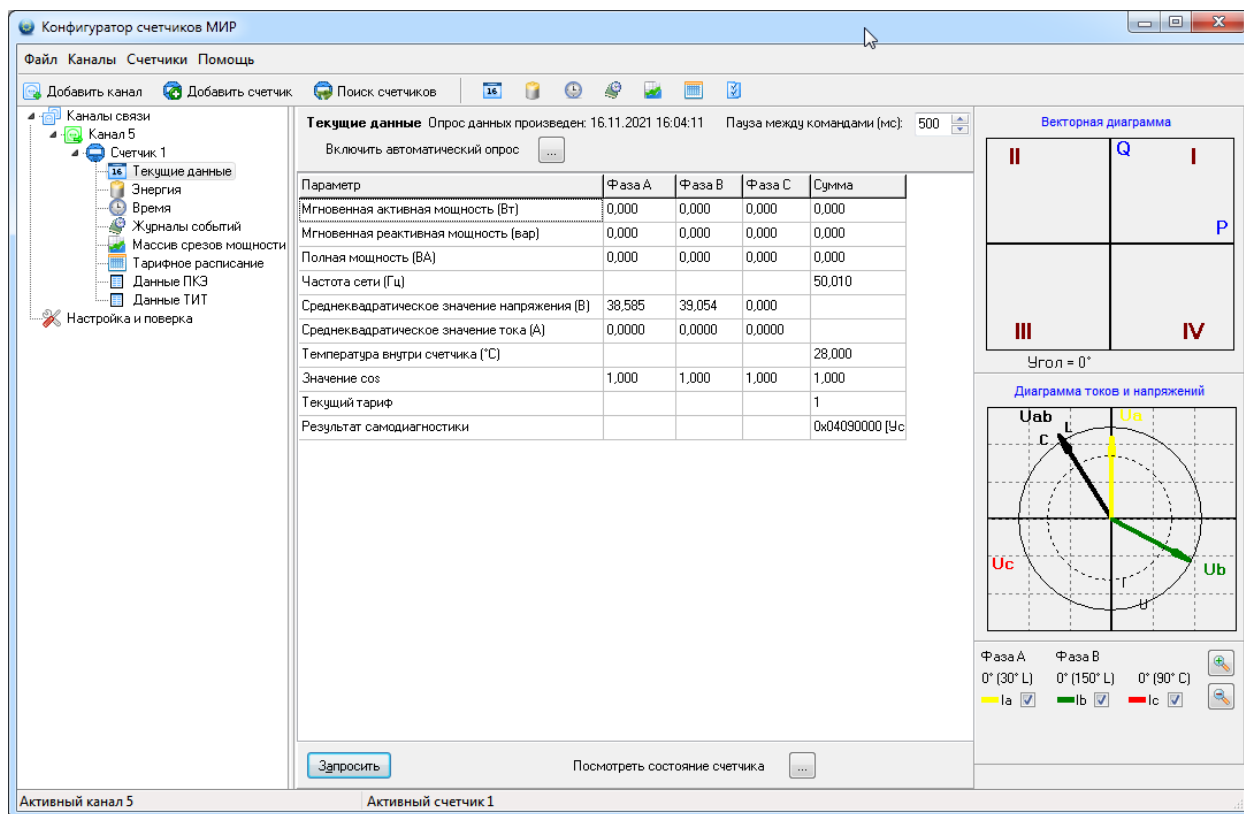

Рисунок 9.35 – Отображение свойств счетчика
9.6.6.3 Все доступные к просмотру и редактированию параметры счетчика отображаются в свойствах счетчика. Для отображения свойств счетчика необходимо указателем мыши выделить требуемый счетчик в дереве объектов и два раза кликнуть по нему (рисунок 9.35).